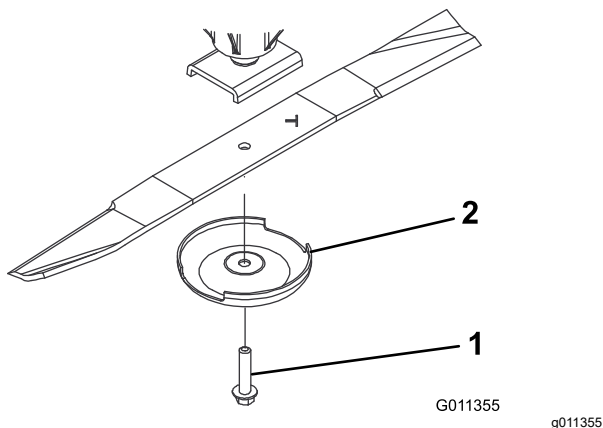

Figura 71
2. Afferrate l'estremità della lama con un cencio o un guanto bene imbottito. Togliete il bullone, la coppa antistrappo e la lama dall'asse del perno (Figura 71).
3. Montate la lama con la costa rivolta verso il piatto di taglio, servendovi della coppa antistrappo e del bullone della lama (Figura 71) Serrate il bullone della lama a 115–149 N·m.